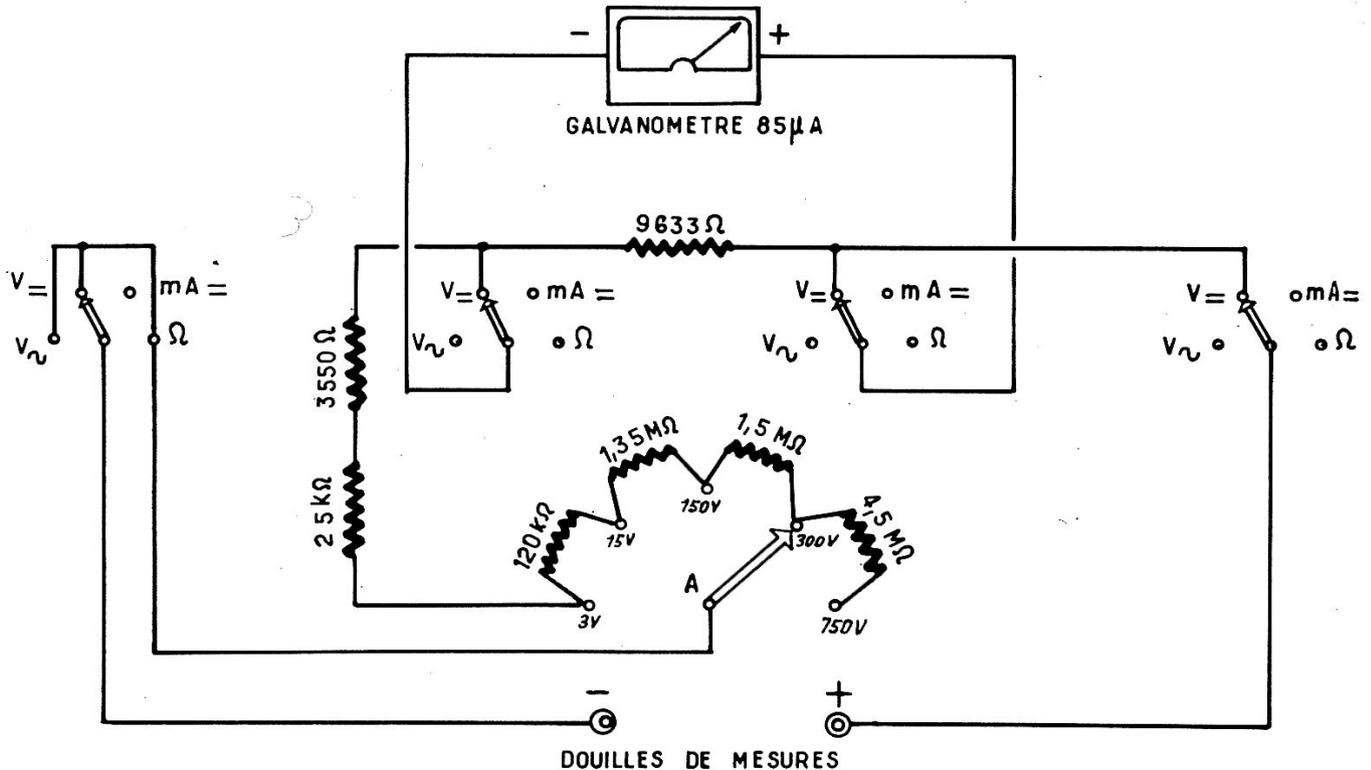
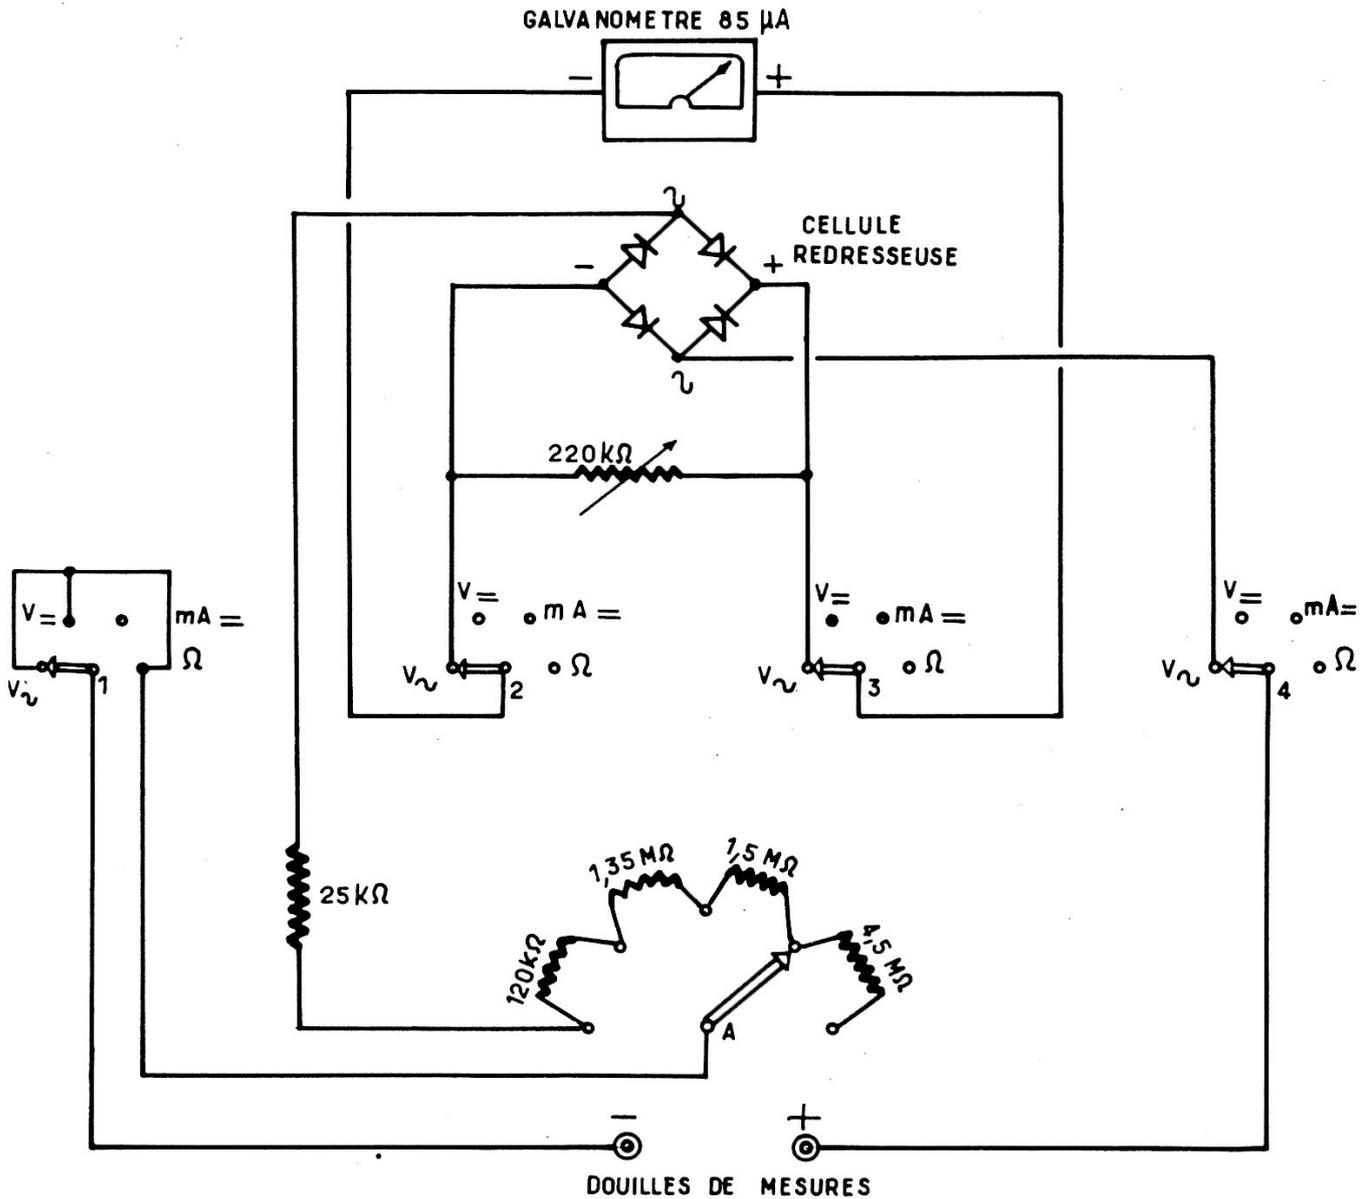

Fig. 95 Fonction en voltmètre pour courant continu.
Fig. 96 Fonction en voltmètre pour courant alternatif.
*Voltmètre continu* — (figure 95). Pour cette utilisation le commutateur de fonctions est dans la position indiquée sur le schéma. La borne — est reliée par la section 1 du commutateur de fonctions au commun du commutateur de sensibilité. Ce dernier en position 3 V établit la liaison avec une résistance de 25 000 ohms en série avec une 3 550 ohms. L'autre extrémité de ce groupement est mis en contact avec le « — » du galvanomètre par la section 2 du commutateur de fonctions. Le + du galvanomètre est relié à la douille d'utilisation « + » par les sections 3 et 4 du commutateur de fonction. De plus les sections 2 et 3 placent une résistance de 9 633 ohms en shunt sur le galvanomètre. Nous avons déjà dit que grâce à ce shunt la déviation totale de l'aiguille avait lieu pour un courant de  $100 \mu\text{A}$  et que la résistance de l'ensemble galvanomètre plus shunt devenait 1 500 ohms. Pour obtenir ce courant lorsque 3 V sont appliqués aux bornes « Mesure », ce qui correspond à ce calibre, il faut une résistance de  $R = E/I = 3/0,0001 = 30\,000$  ohms ce qui correspond bien à quelques ohms près à la somme des résistances dans le circuit : résistance interne modifiée par le shunt + résistances additionnelles de 25 000 ohms et de 3 550 ohms. Pour la position 15 V, le commutateur de fonctions ajoute une résistance de 120 kilohms en série. Pour les positions 150 V, 300 V, et 750 V ce commutateur ajoute successivement des résistances de 1,35 mégohm, 1,5 mégohm et 4,5 mégohms, ce qui, vous pouvez le constater, est conforme pour chaque valeur de tension définissant ces différents calibres, aux résultats donnés par le petit calcul que nous venons d'indiquer.
*Voltmètre alternatif* — Pour obtenir le fonctionnement en voltmètre alternatif le commutateur de fonctions doit-être placé dans la position représentée à la figure 96. Comme vous pouvez le constater la disposition est à quelque chose près la même que pour la figure 95 ; cependant ce quelque chose a une grande importance. Si on examine attentivement ce